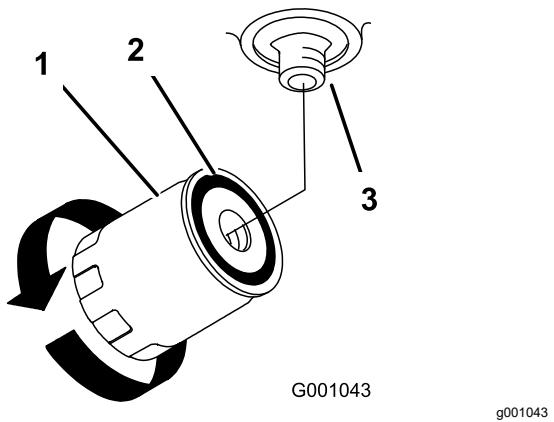

Figura 74
4. Retire el filtro usado y límpie con un paño la superficie de la junta del adaptador del filtro (Figura 74).
- Gire el filtro en sentido horario hasta que la junta de goma entre en contacto con el adaptador del filtro y apriete el filtro media vuelta más (Figura 74).